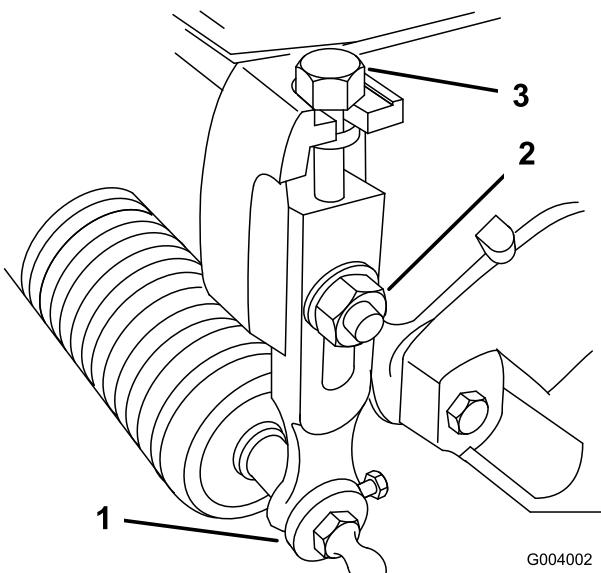

Figura 15
1. Afloje las contratuerca que fijan los brazos de altura de corte a las chapas laterales de la unidad de corte (Figura 15).